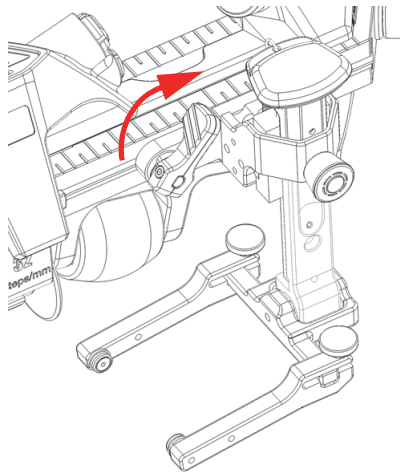

Figura 2-8 Supporto della sonda bloccato in posizione
4. Ruotare la leva di posizionamento in senso orario per bloccare in posizione il supporto della sonda (Figura 2-8 a pagina 45).